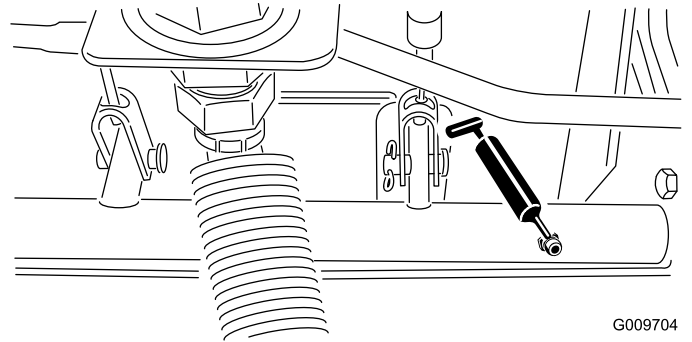

Figura 46
- Cuscinetti orientabili (5) dell'albero del freno (Figura 46)